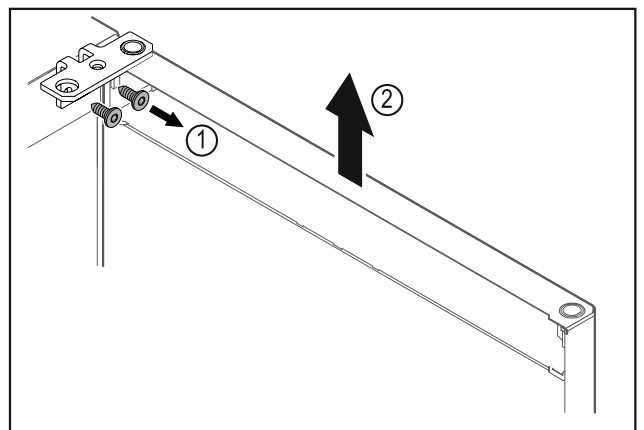

Fig. 9
- ▶ Dévisser l'équerre de la charnière Fig. 9 (1).
- ▶ Soulever la porte (équerre de charnière incluse) Fig. 9 (2) d'environ 200 mm et la retirer.